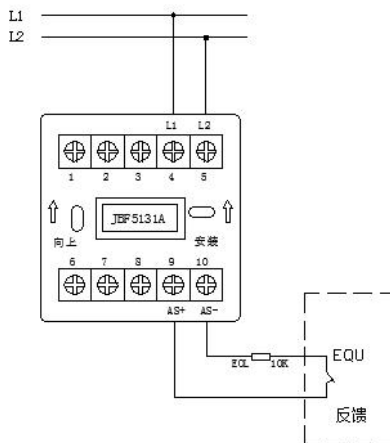

图 4 接线方式：监视无源断开应答的现场设备
- 监视无源断开应答的现场设备时：AS+（端子 9）、AS-（端子 10）：接应答（无源触点），连接在 AS+ 和 AS- 上的监视设备的动开端必须串联 10K Ω 终端电阻。接线示意图如图 4：